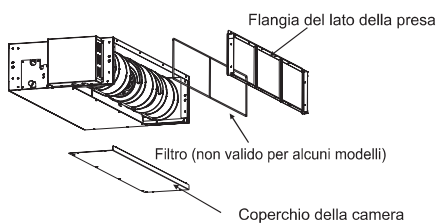
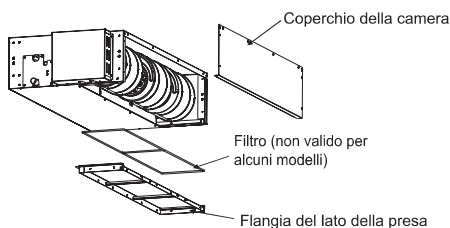

Fig. 3.1.2
Fig. 3.1.3
- (1) Rimuovere il coperchio della camera.
- (2) Ricollegare il filtro rimosso nell'orientamento mostrato in Fig. 3.1.2 e il coperchio della camera rimosso nell'orientamento mostrato in Fig. 3.1.3. Fare riferimento alla Fig.3.1.3 per la direzione del filtro.